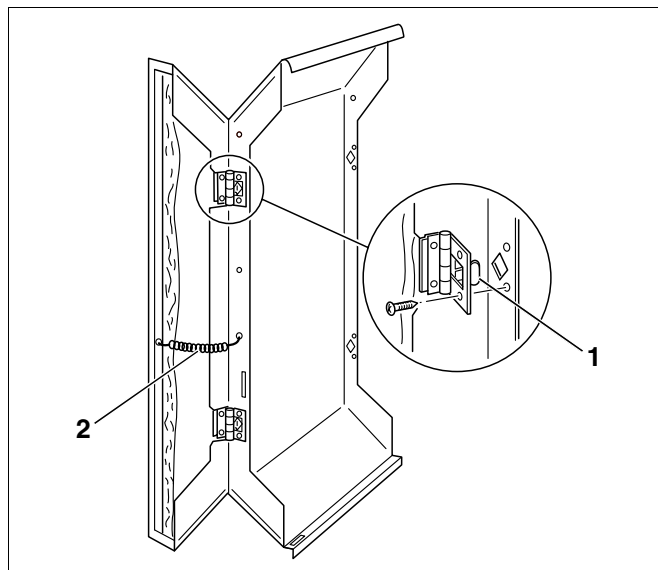

Рис. 49 Установка створок боковых стенок
- Крюки на петлях (рис. 49, **поз. 1**) боковых створок вставить в выемки передней боковой стенки и закрепить саморезами.
- Стянуть пружинами (рис. 49, **поз. 2**) боковые стенки и створки.